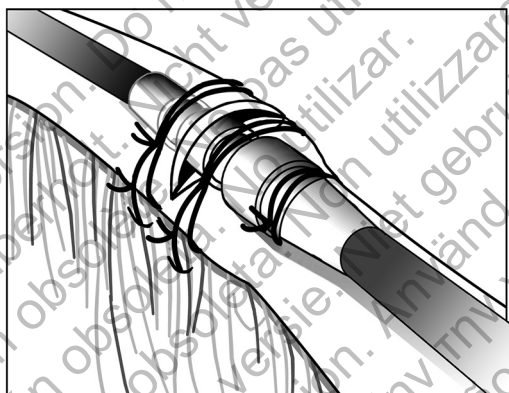

Figure 9. Exemple de manchon de suture, technique d'incision veineuse
3. En utilisant le même sillon, fixer la sonde et la veine sur le fascia adjacent (Figure 9 Exemple de manchon de suture, technique d'incision veineuse en page 23).